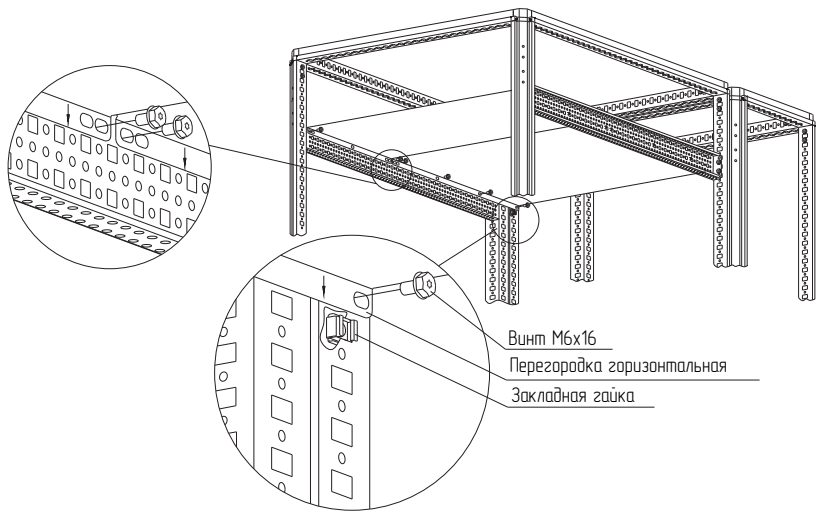

Рисунок 57
– вариант 2. Установить закладные гайки в квадратные отверстия реек монтажных тип В. Расположить перегородку горизонтальную для распределительных шин между рейками монтажными тип В и закрепить винтами М6×12 и шайбой 6 (рисунок 57). Момент затяжки – 7 Н·м. Болты приобрести отдельно;